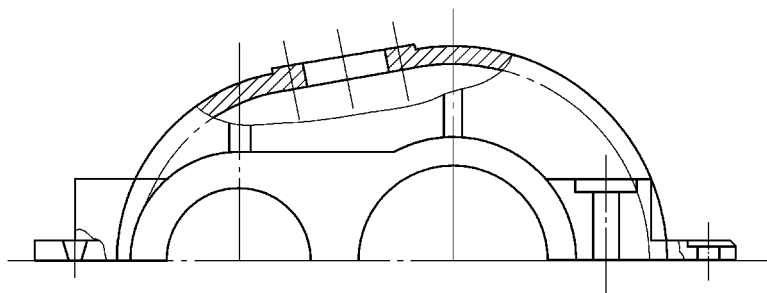

图 11-62 绘制孔洞
11) 绘制螺栓孔、销孔, 并绘制半径为 3mm 的圆角, 如图 11-62 所示。